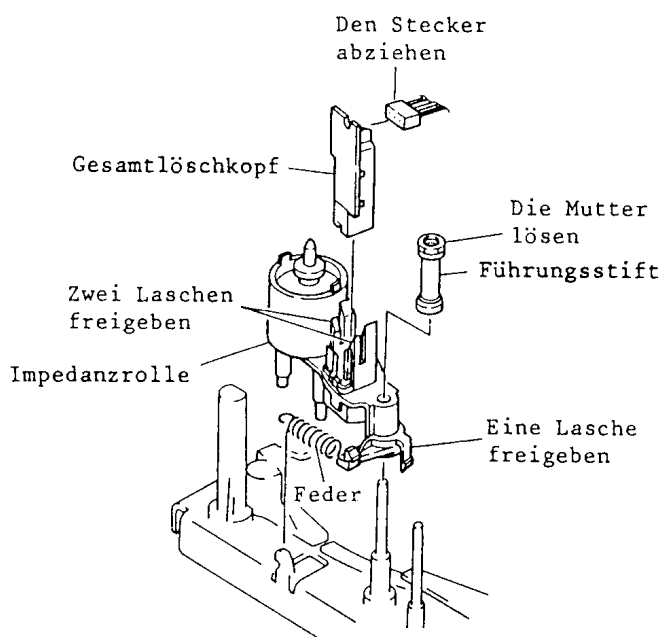

Abb. 7-1 Impedanzrolle/Gesamtlöschkopf
1. Impedanzrolle/Gesamtlöschkopf (Abb. 7-1)